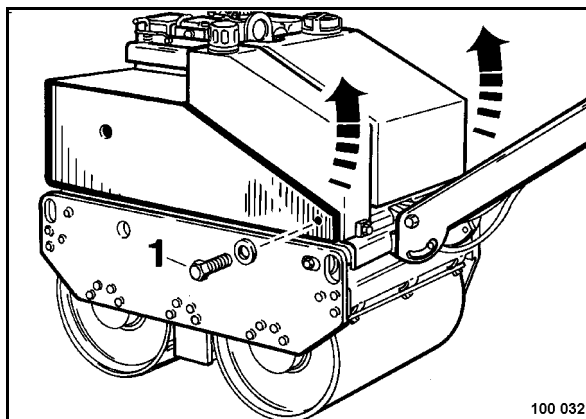

Рис. 52
- Для этого ослабить оба винта с шестигранной головкой (1) (Рис. 52) справа и слева.